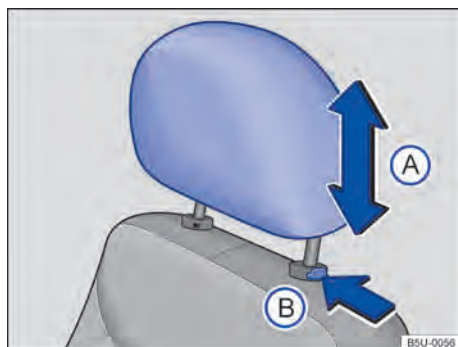

Fig. 57 Apoio para cabeça dianteiros: ajustar.
- Empurrar o apoio para cabeça para cima ou para baixo na direção da seta → Fig. 57 (A) → em *Introdução ao tema* na página 70.